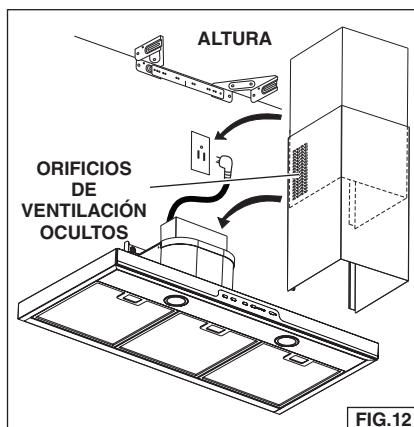

FIG.12
6. Instale los conductos de humo decorativos superior e inferior en la campana para la cocina. Fig. 12.